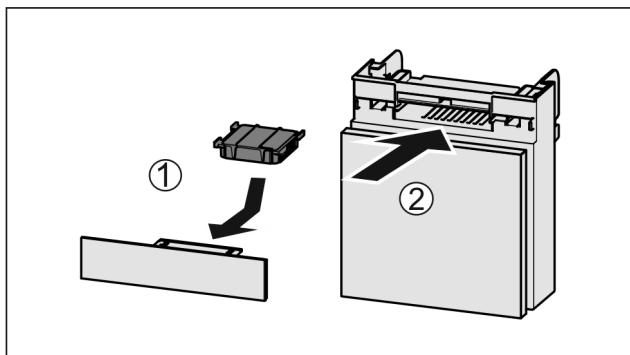

Fig. 37
- Поставете Fig. 37 (1) филтъра с активен въглен, както е показано на фигурата.
- Вкарайте Fig. 37 (2) отделението.